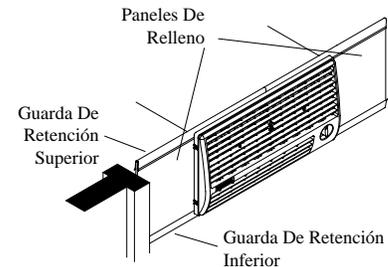

Fig. 3
Coloque dos guardas de retención en la parte inferior de la pestaña del cuello del enfriador y ajústelas al ancho de la ventana. Corte las guardas si es necesario. Éstas sujetan a los paneles de relleno (fig. 3).
- **Instale los paneles de relleno.** Coloque un panel de relleno a cada lado de la rejilla y dentro de la banda de retención situada en la parte inferior de la rejilla. Coloque las otras guardas de retención en la parte superior de la pestaña del cuello y los paneles de relleno. Compruebe que los paneles queden bien ajustados contra el cuello. (Véase Fig. 3).